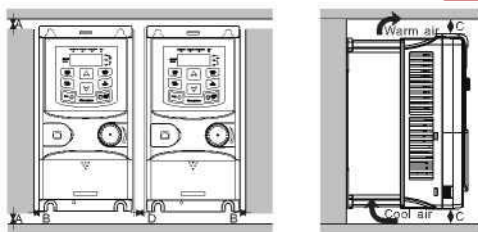

Рис. 4-3 Паралельне встановлення кількох ПЧ
- (1) Позначте отвори перед встановленням. Розмітка отворів вказана на рис. 4-3.
- (2) Встановіть гвинти або болти у зазначені отвори.
- (3) Встановіть ПЧ на стіну.
- (4) Надійно затягніть гвинти у стіні.